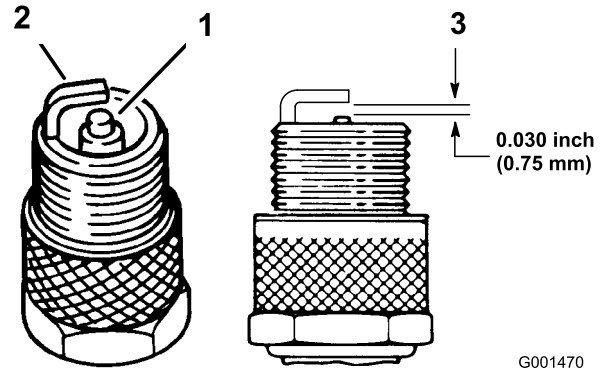

Figura 25
1. Veja a parte central das velas de ignição (Figura 25). Se verificar uma cobertura castanha ou cinzenta no isolante, o motor está a funcionar correctamente. Uma cobertura preta no isolante indica que o filtro de ar está sujo.
2. Verifique a folga entre os electrodos central e lateral (Figura 25). Dobre o electrodo lateral (Figura 25) se a folga não for a correcta.
3. Ligue os cabos às velas de ignição (Figura 25).